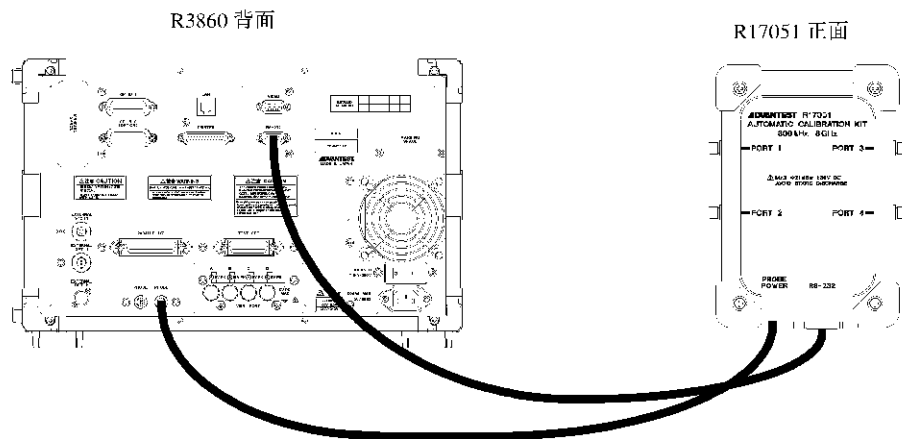

図 2-3 コントロール・ケーブルの接続
- ① 本器と RF コンポーネント・アナライザをコントロール・ケーブルで接続します。RF コンポーネント・アナライザ側の Probe POWER コネクタは 2 つあります。どちらに接続しても構いません（図 2-3 参照）。